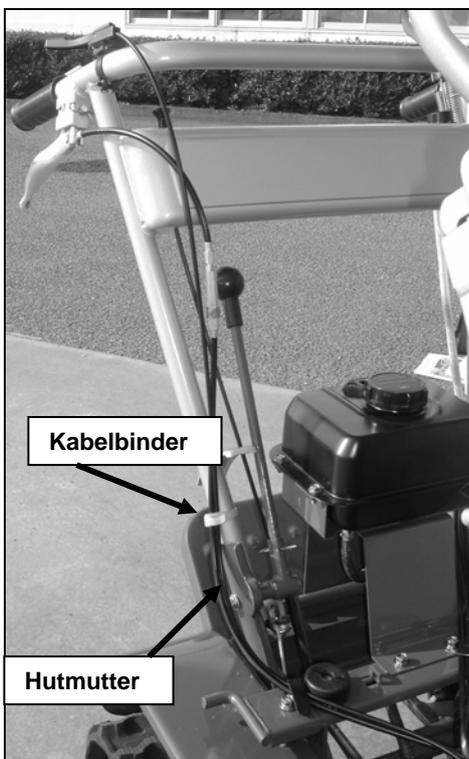

Abb. 1 (Handgriff, re)
2. Montieren Sie die Bowdenzüge auf der rechten Seite: Kupplungs-, Gaszug mit Kabelbinder sichern. Auf der linken Seite werden Kupplungs-, Bremszug sowie der Kabelbaum mit Kabelbindern montiert (siehe Abb.1).